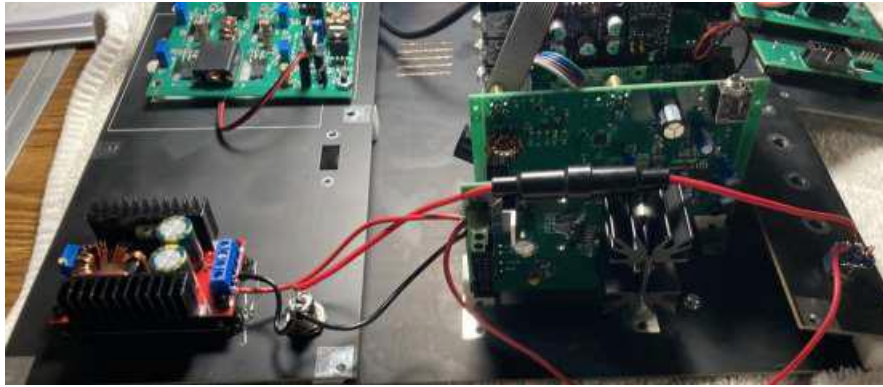

Figure 8-17. Power supply and fuse wiring.
□ Solder one end of each of these wires to the ground tab. Attach the other end of the first wire to the 'Gnd' terminal of the terminal block on the DC Power Supply PCB. Mount the free end of the second wire to the '- Input' of the screw terminal block on the Boost Converter module. When you have finished wiring the power supply, it should look similar to Figure 8-17.
これらの各ワイヤの一端をアース タブに半田付けします。最初のワイヤのもう一方の端を DC 電源 PCB の端子ブロックの「Gnd」端子に接続します。2 番目のワイヤの自由端をブースト コンバータ モジュールのネジ端子ブロックの「- 入力」に取り付けます。電源の配線が完了すると、図 8-17 のようになります。